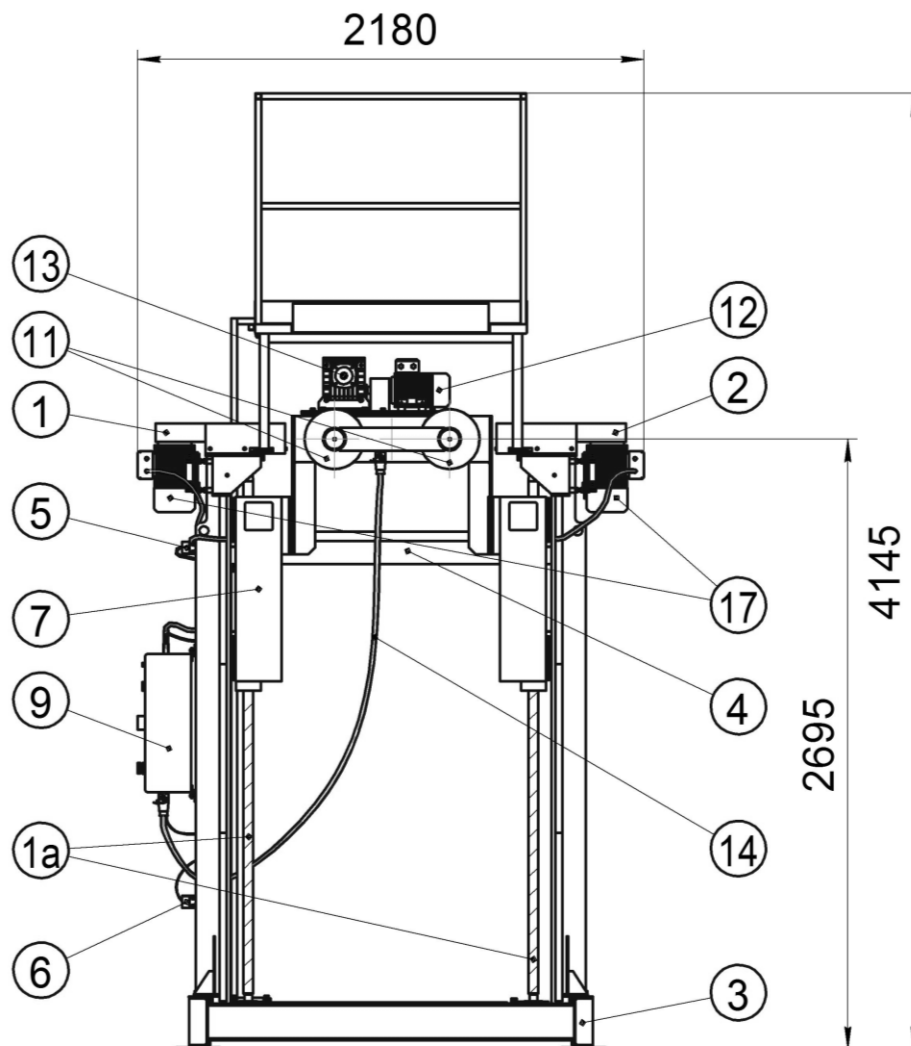

Рис.1 Вид спереди на стойку
2.3.1.2. На траверсе имеются два опорных ролика 11 для установки шин по внутреннему посадочному диаметру и привод вращения одного из опорных роликов, состоящий из электродвигателя 12 (см. рис.1), червячного редуктора 13 и цепной передачи, которая соединяет выходной вал редуктора с одним из опорных роликов. Электрооборудование траверсы подсоединено к силовому шкафу при помощи гибкого кабеля 14.
(см. рис.4) нажимает на верхний конечный выключатель 5 (см. рис.1), двигатели автоматически отключаются, подъём траверсы прекращается. Дальнейший подъём невозможен даже при повторном нажатии на кнопку “вверх”.